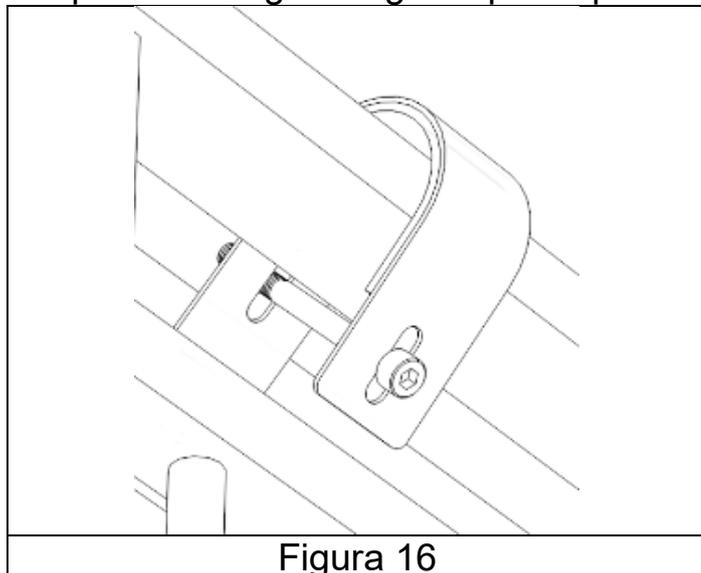

Figura 16
- Utilizzare la M8x90 (K) e un dado esagonale (E) per agganciarsi alla ringhiera (figura 16- 17).
- Ripetere il passaggio precedente per l'altro gancio (D).